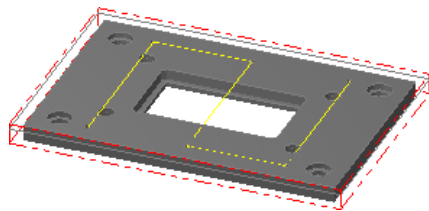

图 2.23 定义钻孔点
Step1. 选择下拉菜单 **工具** **刀具路径** **→** **2D 钻孔** 命令, 系统弹出“选取钻孔的点”对话框, 单击 **选择上次** 按钮, 系统自动选取上次所选的圆中心点为钻孔点 (图 2.23), 然后单击 **✓** 按钮, 完成排序方式的设置。